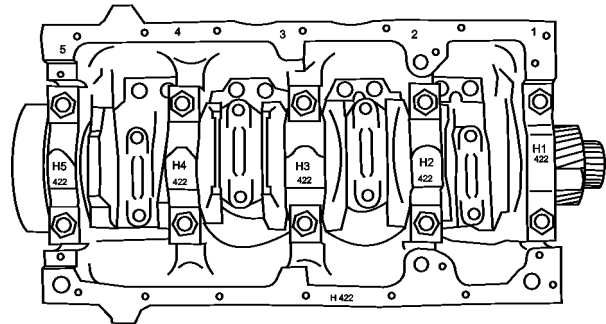

FIG 13
8. Monte as capas dos mancais, posicionando-as corretamente, **Fig. 13.**